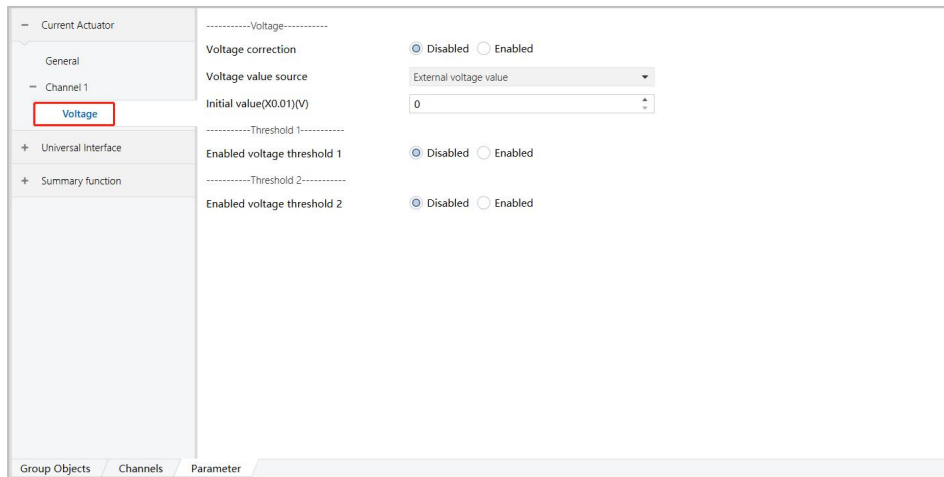

图 6.2.4
2) 单击下述红色方框内的选项, 设置参数, 下面以 Channel 1 为例, 如图 6.2.4 所示;